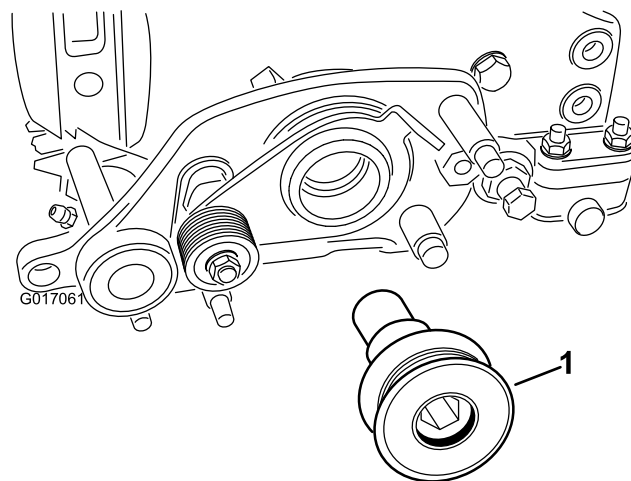

Figura 8
19. Prenda a polia da transmissão do rastelo ao eixo do rolo (Figura 8). Aperte a 170 N m.